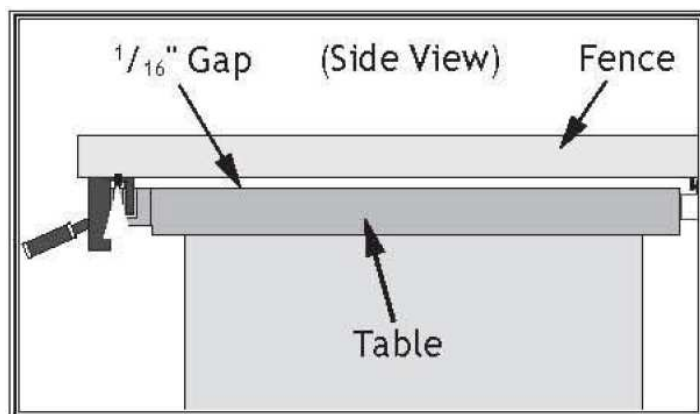

Рисунок 115. Пример регулировки зазора между параллельным упором и столом примерно 1/16" спереди назад.
- Если зазор одинаковый от передней части стола до задней (см. рисунок 115), то никаких дополнительных регулировок не требуется. Перейдите к зажиму ручки параллельного упора.